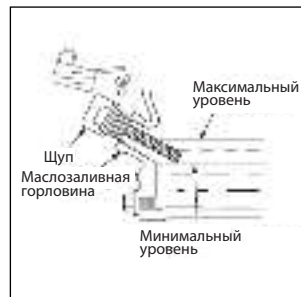

Рис. 2
**ВНИМАНИЕ!** Перелив масла может привести к поломке генераторной установки, поэтому заливайте масло постоянно проверяя его уровень щупом. Если было залито лишнее масло, выше отметки Max. на щупе, его необходимо слить, открыв сливной болт (Рис. 2).